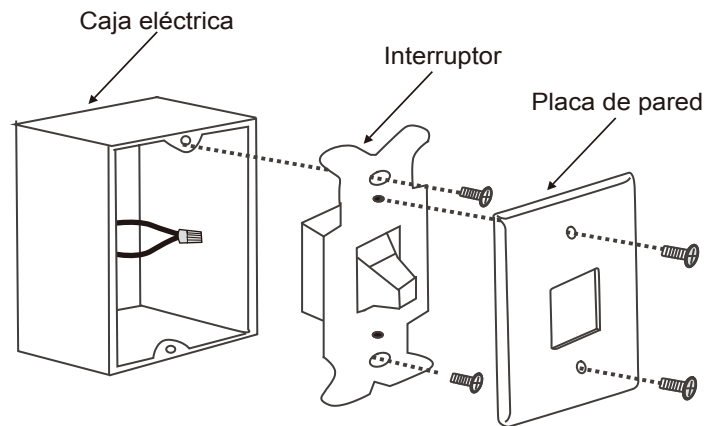

Fig. 28
**Paso 1.** Retira la placa de pared y el interruptor existentes de la caja eléctrica de pared. Conecta con una tuerca los cables NEGROS (positivos) y empújalos hacia adentro de la caja eléctrica. (Fig. 28)